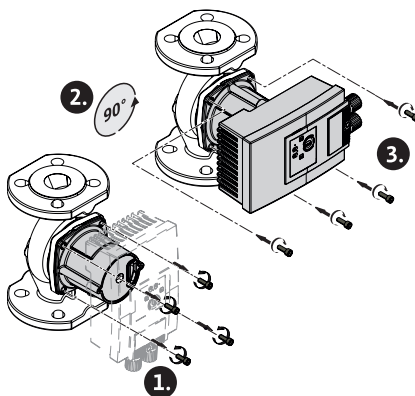

Fig. 15: Orientation du moteur
2. Desserrer la tête du moteur et tourner avec précaution → Fig. 15.